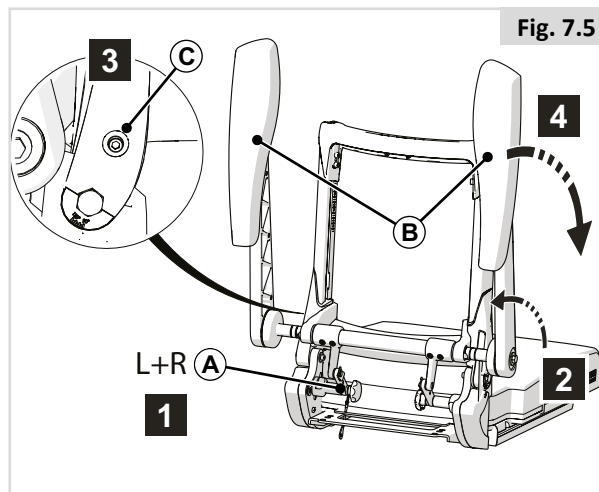

Fig. 7.5
7.4 Nedleggbar rygg med oppvippbare armlener (Fig. 7.5)